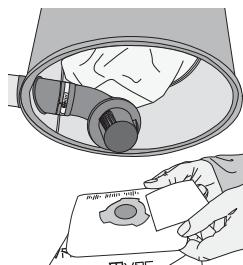

figura 17
2. Retire la bolsa (**figura 17**). En el caso de que esté llena la bolsa, cierre la apertura con la pegatina proporcionada con este fin (ver las instrucciones en la bolsa). Echar la bolsa usada. Por si no ha sido utilizada la bolsa, conservarla para una eventual utilización.